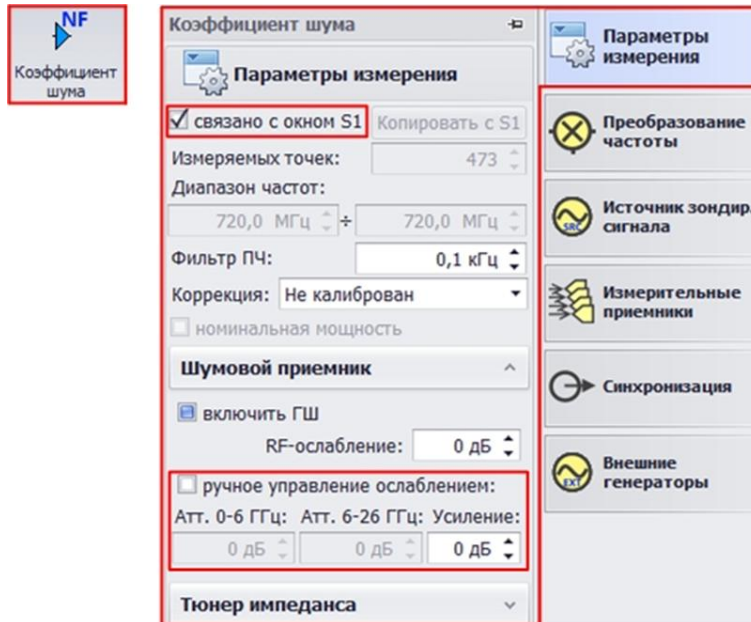

Рис. 37. Окно измерения коэффициента шума
7. Выберите измерительное окно «коэффициент шума». Установите частотный диапазон сканирования для измерения КШ, либо установите флажок «связано с окном S1» (рис. 37).